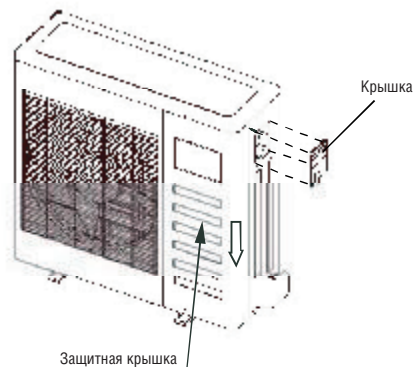

Рис. 9-1
- Отверните болты крышки. (Если на наружном блоке нет крышки, отверните болты панели техобслуживания и потяните в направлении, указанном стрелкой, чтобы снять защитную крышку). (Смотрите рис. 9-1, 9-2 и 9-3).
■ Рис. 9-1